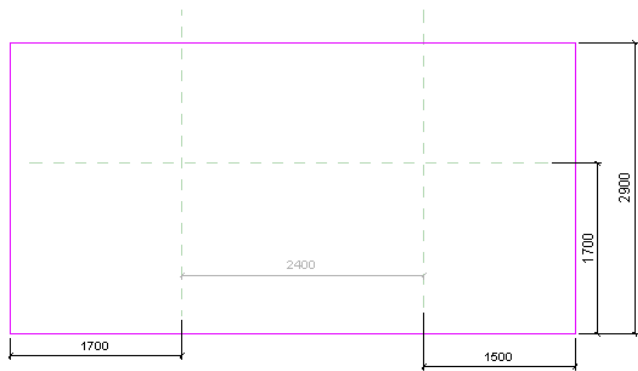

图 10-49 绘制轮廓线
4) 单击“创建”选项卡“形状”面板“拉伸”按钮, 打开“修改|创建拉伸”选项卡, 单击“绘制”面板中的“矩形”按钮, 绘制如图 10-49 所示的轮廓线。